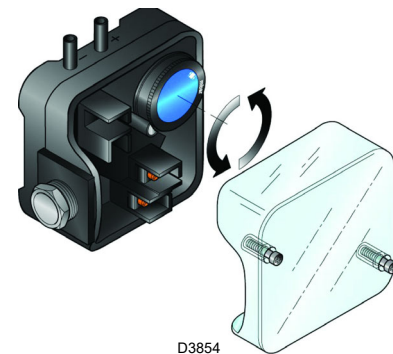

Abb. 27
- Stellen Sie den Luftdruckwächter (Abb. 27) auf den Skalenanfangswert ein.
Führen Sie die Einstellung des Luftdruckwächters aus, nachdem alle anderen Einstellungen des Brenners bei auf den Skalenanfang eingestellten Luftdruckwächter vorgenommen wurden (Abb. 27).